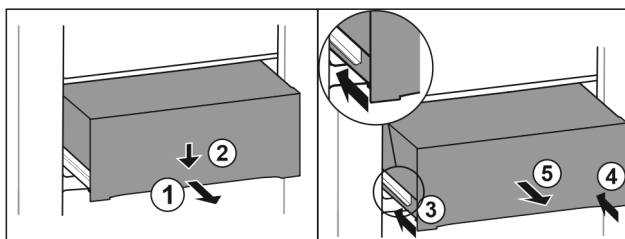

Fig. 172
- Trekk skuffen ut halvveis. Fig. 172 (1)
- Skyv skuffen foran nedover. Fig. 172 (2)
- Sett inn den venstre skinnen ca. 2 cm. Fig. 172 (3)
- Sett inn den høyre skinnen ca. 2 cm. Fig. 172 (4)
- Ta ut skuffen framover. Fig. 172 (5)